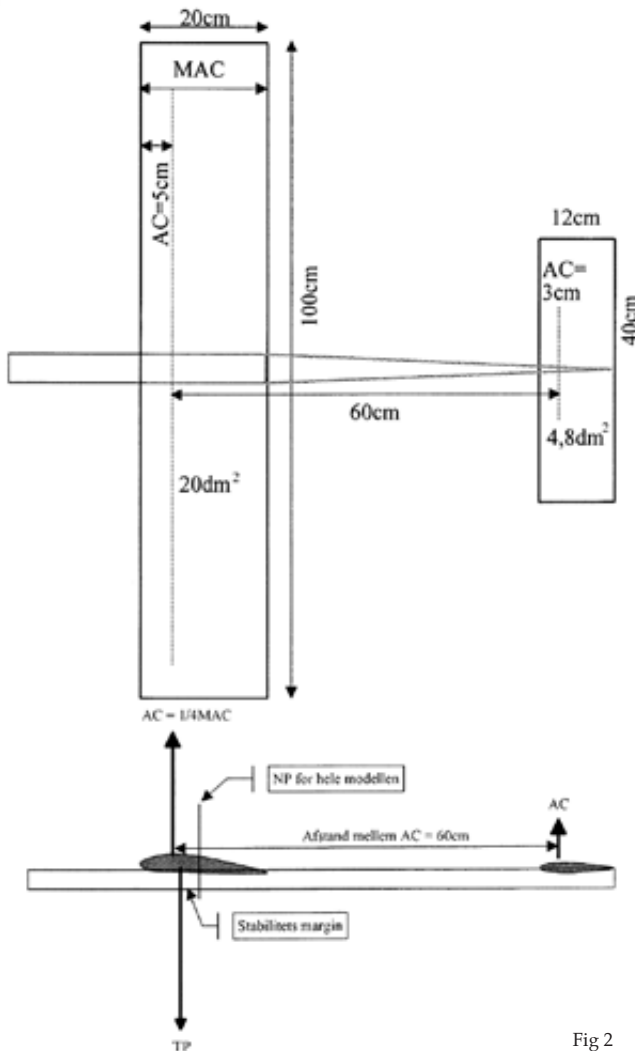
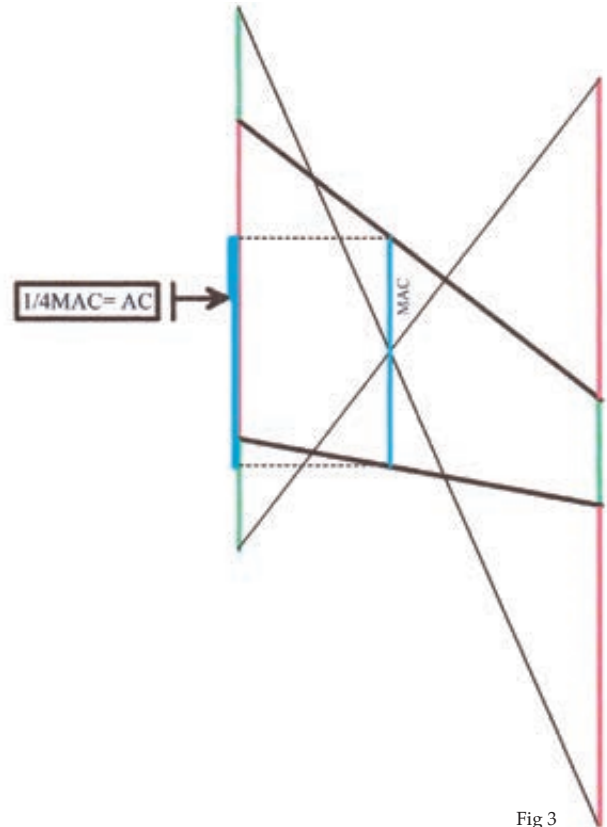

Fig 2
Fig 3
For at få en stabil flyver bliver man nødt til at have et haleplan, som mere rigtigt kan kaldes en stabilisator. Se fig. 2. En betingelse for at bestemme flyets tyngdepunkt er, at man kan bestemme neutralpunktets (NP) nøjagtige placering for hele flyet. NP flytter sig bagud i forhold til vingens AC bestemt af en række forhold, så som haleplanets area og afstand fra hovedvingen m.m.
Lad os regne på en simpel flyver. Se fig. 2.
skal have. Ved et tyngdepunkt, som ligger meget langt fremme, får du en model, som er meget stabil på bekostningen af manøvrerdygtigheden, mens du ved et tyngdepunkt som ligger meget langt tilbage, får en meget manøvrerdygtig model, som ikke er særlig stabil. Som et anbefalet udgangspunkt for TP kan du på en normal model begynde med, at TP ligger på 15% af MAC foran NP. På fig. 2 bliver det $0,15 \times 20 \text{ cm} = 3 \text{ cm}$. TP ligger altså 3 cm foran NP. Afstanden mellem TP og NP kaldes den statiske Stabilitets Margin (SM). Hvor stor en SM du anvender, afhænger af modellen, og de egenskaber du ønsker at give modellen, samt din erfaring. Et 3D kunstfly med symmetrisk profil vil med fordel have en SM på 5% for at kunne ligge ens i alle manøvrerne. Flyet er således næsten ikke stabilt, men bliver liggende i den stilling piloten anbringer flyet i, som kugle 3. En flyvende vinges udgangspunkt er en SM på 10%. Ved prøveflyvninger af normale modeller, kan du for at være sikker på at have en meget stabil og død model anvende en SM på 20% for derefter gradvis at mindske SM ved at flytte TP bagud.
Efterfølgende skal vi se på, hvordan man kan betragte modeller, som afviger fra den simple model på fig. 2. Først skal vises, hvordan man finder MAC på en vinge, som både har pileform og er tilspidset. Den simpleste fremgangsmåde er at lave en tegning. Se fig. 3.
Det skal måske nævnes at gennemsnitskorden, som er Korden ved roden + Korden ved tippen divideret med 2 ikke er lig MAC, men en smule mindre ved vinger som tilspidser. Gennemsnitskorden skal til gengæld anvendes, hvis vingens areal ønskes beregnet, som i fig. 3.